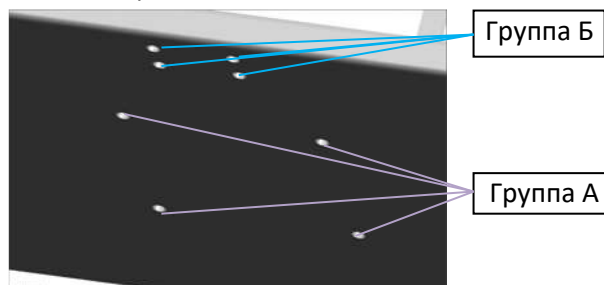

Рис. 2.2.1
4. Перед подсоединением рабочего стола (Рис. 2.1.3) открутите ключом четыре болта М6х20мм (Группа А на Рис. 2.2.1).